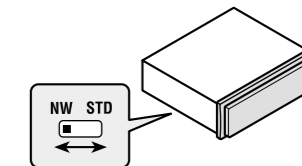

Fig. 15
**Commutation du mode de réglage du DSP (Fig. 15)**
- Utilisez un tournevis à pointe standard pour déplacer le commutateur DSP sur le côté de ce produit (Fig. 15).